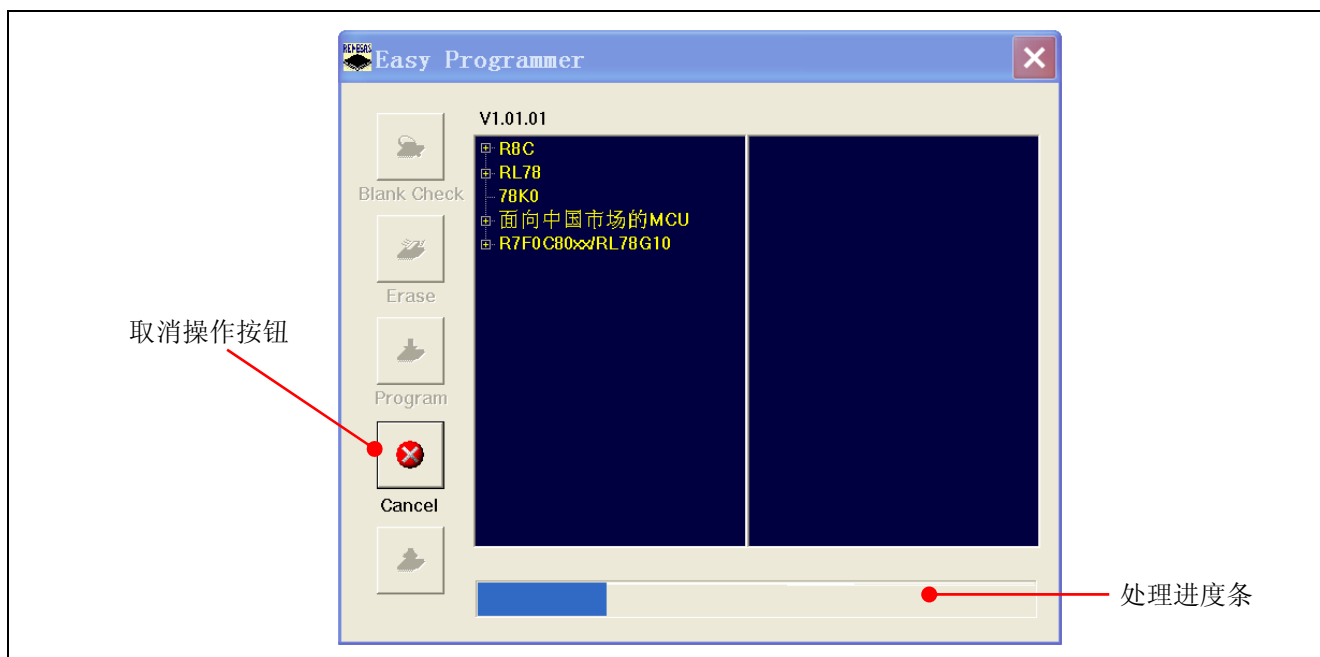

图 2.36 下载界面
3) 选择加载文件后，如图 2.36 所示，目标文件开始下载并显示下载的进度。在下载的过程中，“Load”按钮变为“Cancel”按钮。点击“Cancel”按钮可以停止下载。但是注意，即使取消下载，仍有部分程序被下载到片外 Flash 中。